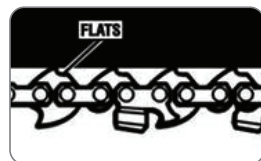

Abb. 4
Um übermäßigen Verschleiß der Kette und des Schwertes zu vermeiden, schmieren Sie diese während der Arbeit. Die Schmierung erfolgt automatisch. Arbeiten Sie niemals mit einer ungeschmierten Kette. Überprüfen Sie vor jedem Gebrauch, ob die Kette geschmiert ist und wie hoch der Ölstand ist (siehe Abb. 4). Verwenden Sie die Säge nicht, wenn der Ölstand unter die Marke „Min.“ fällt (etwa 5 ml Öl verbleiben). Füllen Sie Öl nach, bis das Sichtfenster für den Ölstand vollständig gefüllt ist.
- Die Kette muss nachgespannt werden, wenn die Flachseiten der Treibglieder aus der Nut der Schiene hängen (siehe Abb. 4).